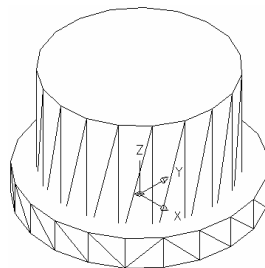

图 6-1-5 消隐处理
(5) 消隐处理。在命令行中输入 HIDE 命令并按回车键，将实体进行消隐处理，结果如图 6-1-5 所示。